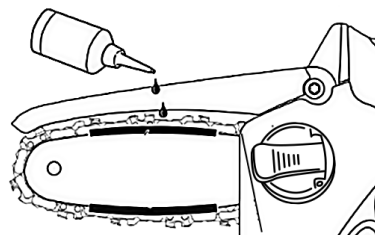

Рис. 9
- Включите цепную пилу и масло равномерно распределяется по цепи (Рис. 9).